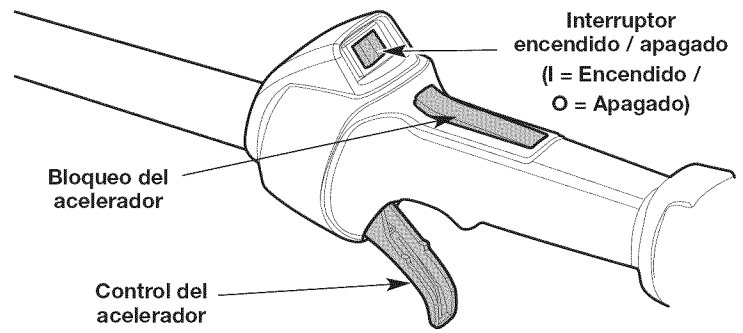
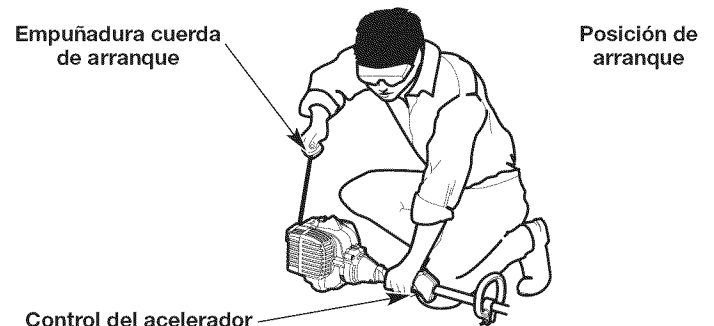

Fig. 12
Fig. 15
ADVERTENCIA: Se debe evitar arrancar accidentalmente la unidad. A fin de evitar que se produzcan lesiones graves, el operador y la unidad deben estar en una posición estable cuando se jala la cuerda de arranque (Fig. 15).
NOTA: No es necesario encender la unidad. El interruptor de encendido/apagado está en la posición **On (I)** (encendido) en todo momento (Fig. 12).
5. Agacharse en la posición de arranque (Fig. 15).
6. Oprima y mantenga el bloqueo del acelerador. Apriete y mantenga apretado el control del acelerador (Fig. 12). Tire de la cuerda con movimiento controlado y firme **5 veces** (Fig. 15).
2. Oprima y mantenga apretado el interruptor de encendido/apagado en la posición **Off (O)** (apagado) hasta que el motor se pare por completo (Fig. 12).
7. Oprima y mantenga el bloqueo de acelerador. Apriete y mantenga apretado el control del acelerador (Fig. 12). Ponga en marcha el accesorio Speed Start™ durante 2 segundos.